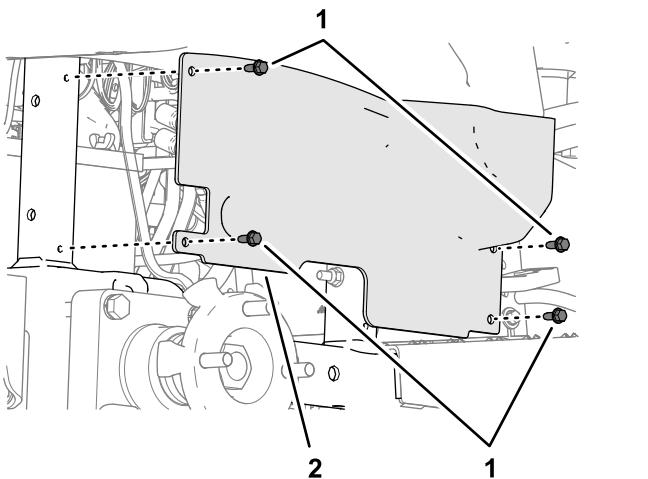

Figura 30
- Rimuovete le 4 viti flangiate a testa cilindrica ($\frac{1}{4}$ " x $\frac{5}{8}$ ") che fissano la protezione della ruota al telaio della macchina (Figura 30).
6. Allineate i fori nella protezione della ruota con il telaio della macchina (Figura 30) e fissate la protezione al telaio con le 4 viti flangiante a testa cilindrica ($\frac{1}{4}'' \times \frac{5}{8}''$) che avevate rimosso al passaggio 3.